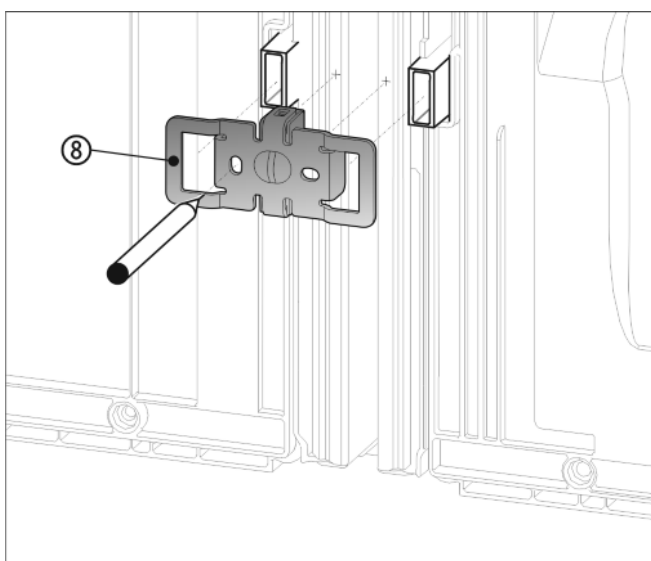

Fig. 10
- ▶ Pousser l'équerre de fixation Fig. 10 (8) avec les cavités sur le logement des supports d'espacement muraux.